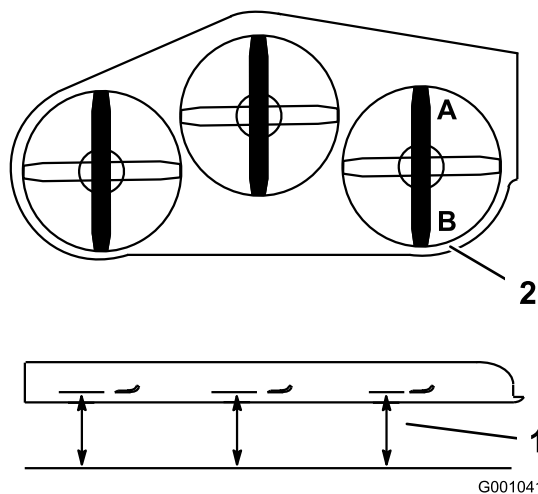

Figure 113
1. Tournez la lame **droite** dans le sens longitudinal (Figure 113).
2. Mesurez la distance au point **A** entre la surface plane et le tranchant de la pointe de la lame droite (Figure 113).
4. Mesurez la distance au point **B** entre la surface plane et le tranchant de la pointe de la lame droite (Figure 113).
6. La lame doit être plus basse de 6 à 10 mm au point **A** qu'au point **B** (Figure 113). Si ce n'est pas le cas, passez aux opérations suivantes.